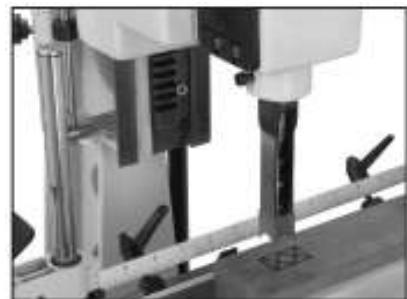

Рис. 13
- С помощью органов перемещения стола установите резец на линию разметки (Рис. 13), отрегулируйте глубину и рукоятки фиксации стола.